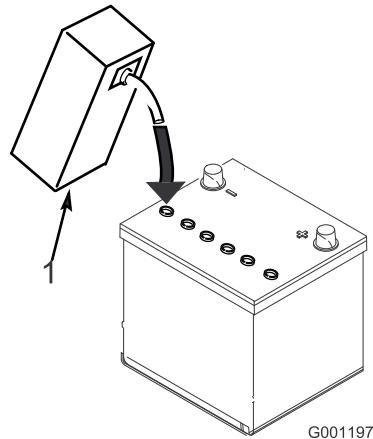

Figura 7
- Llene cuidadosamente cada celda con electrolito hasta que las placas estén cubiertas de aproximadamente 6 mm de fluido (Figura 7).
4. Espere aproximadamente 20–30 minutos para que el electrolito penetre en las placas. Rellene según sea necesario para que el electrolito llegue a una distancia de aproximadamente 6 mm del fondo del hueco de llenado (Figura 7).